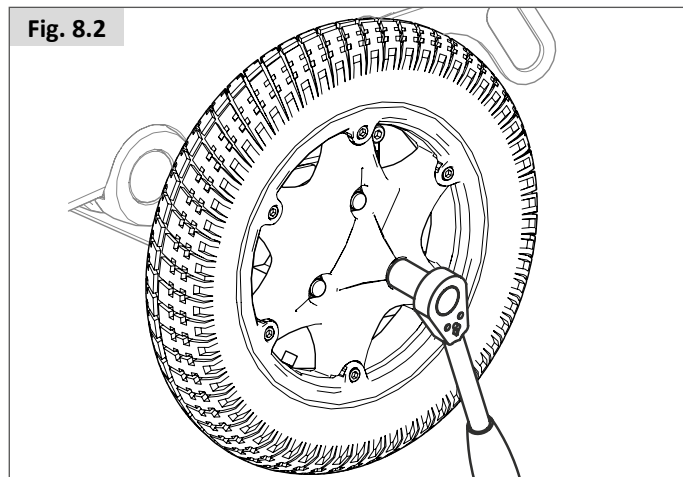

Fig. 8.7
- Enlevez le pneu et la chambre à air de la jante externe, (Fig. 8.7).